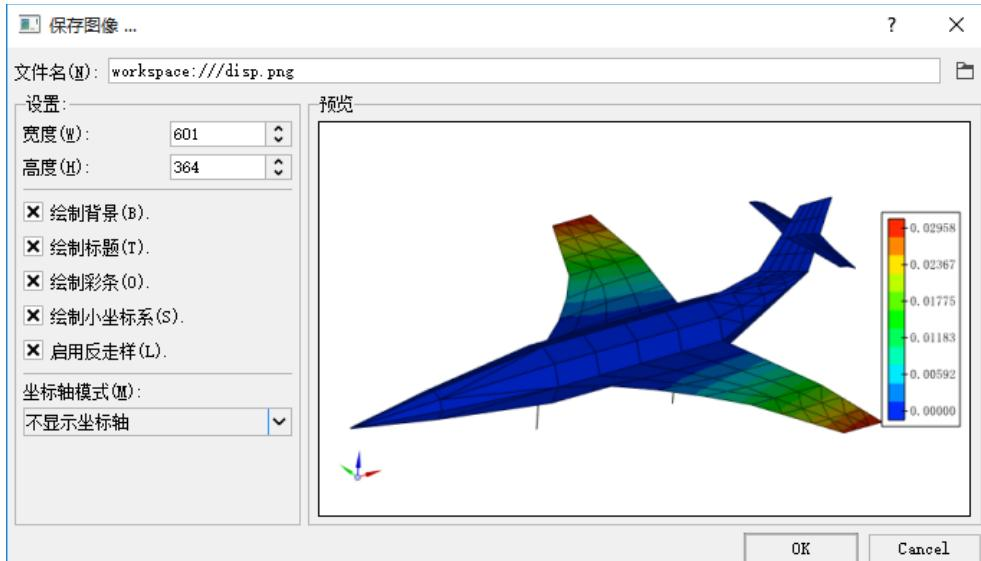

图 5-9 保存图像
- 点击工具栏按钮 ，选择保存图像，将位移云图保存为图片，支持设置图片大小、背景、标题、彩条等，如图 5.9 所示。